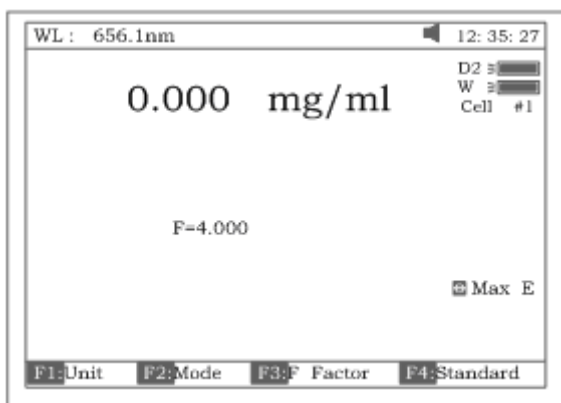

Рис.24
- Нажмите **[ВВОД]**. На экране отобразится рассчитанный по стандартному раствору коэффициент пересчёта **F** (рис.24).